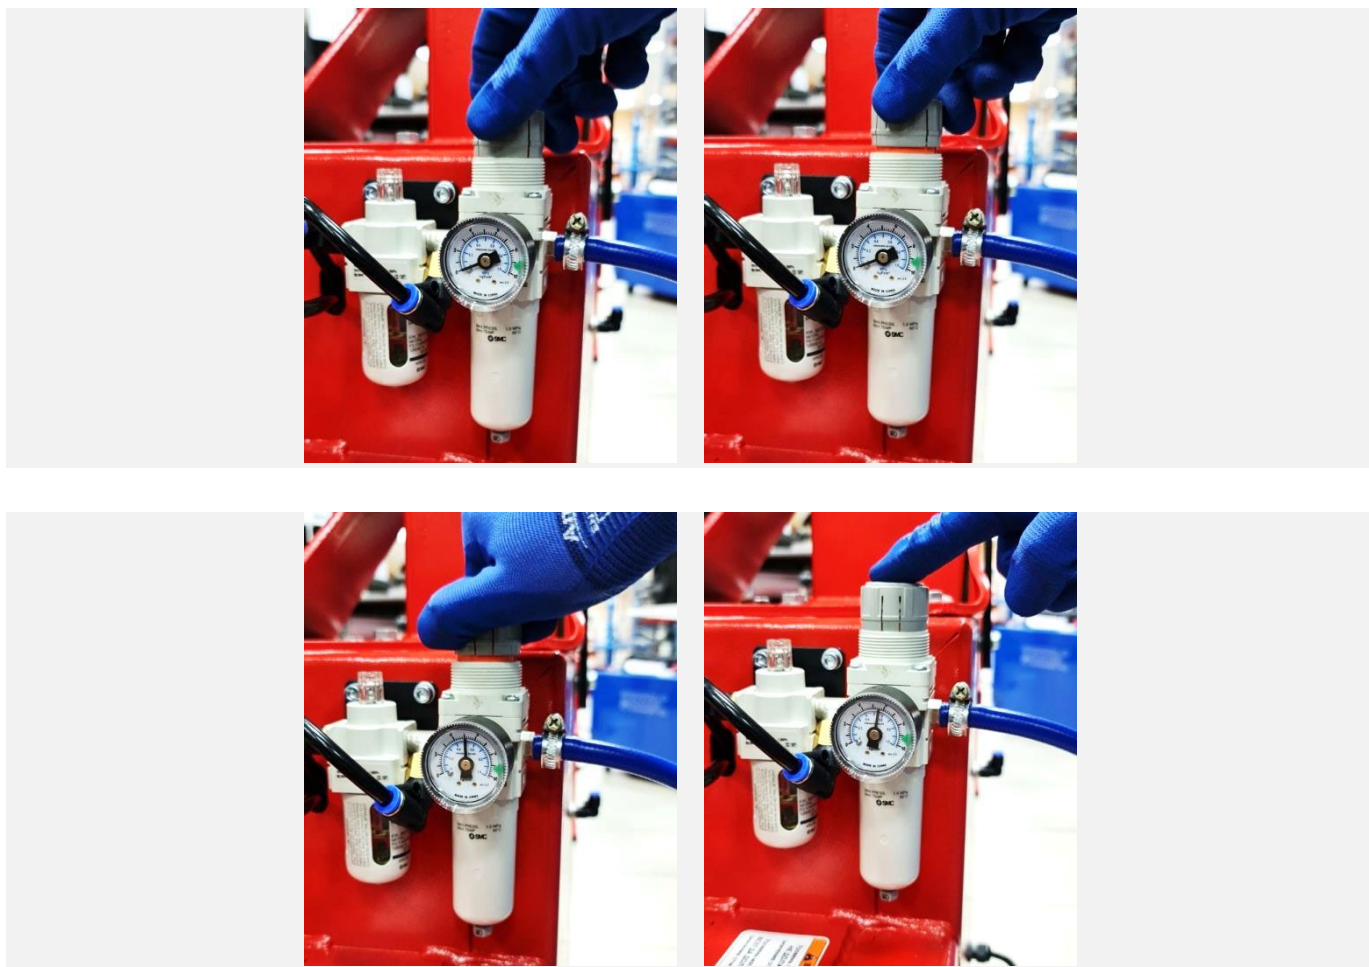

Рисунок 27
**7.6.2** Выполнить регулировку давления сжатого воздуха в пневматической системе станка. Для этого поднять колпачок регулятора вверх (см. **Ошибка! Источник ссылки не найден.**27) и, плавно вращая регулятор, установить давление равным 10 бар по показаниям манометра на блоке подготовки воздуха. Заблокировать регулятор давления, опустив колпачок (см. Рисунок 27).